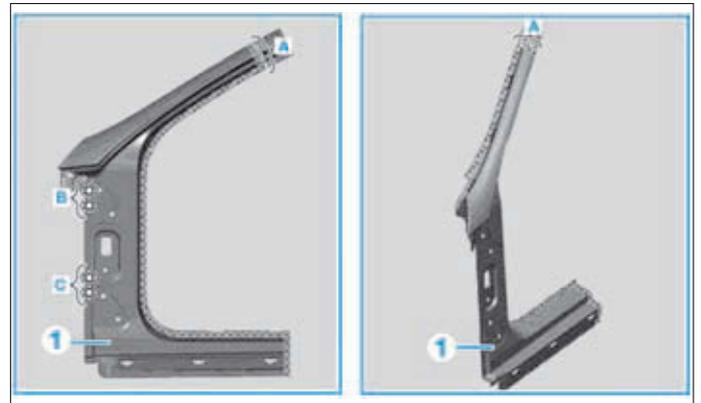

FIG. 58
- Tracer puis découper le panneau extérieur du montant A (1) au niveau de la ligne de coupe dans la zone (A) (Fig.58).
- Percer sur le panneau extérieur du montant A (1) des trous de Ø 7 mm dans les zones (B et C).